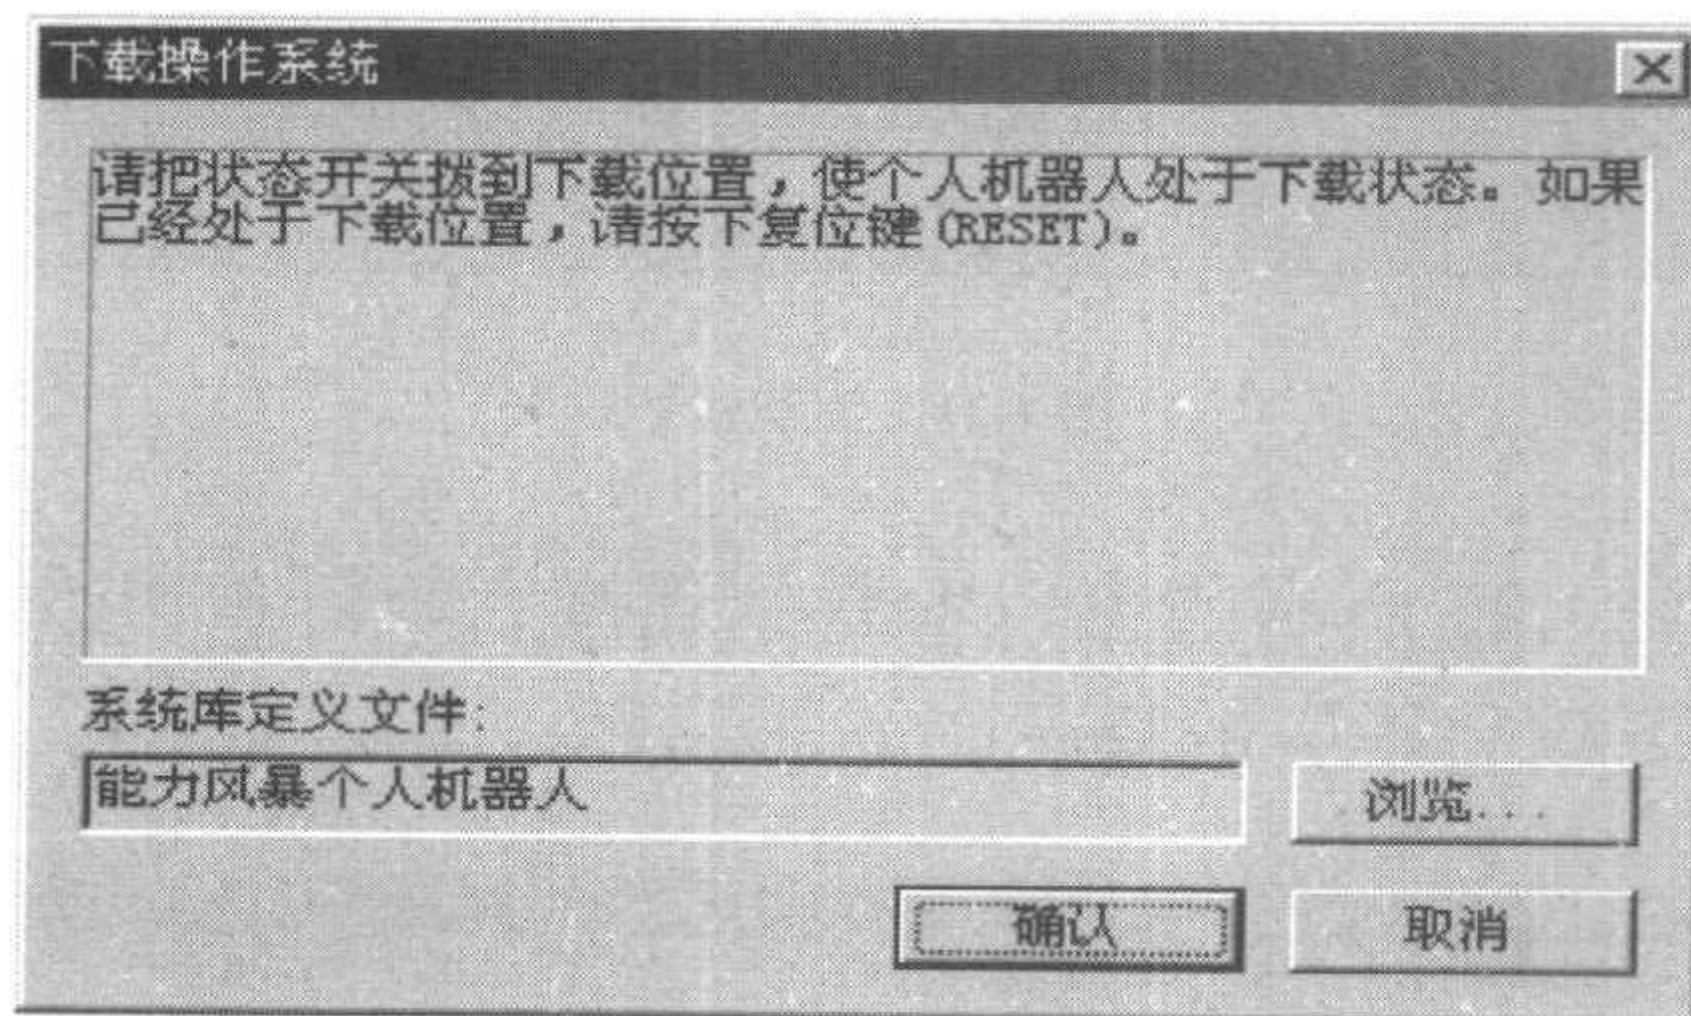

图 1.18 “下载操作系统”对话框
(7) 你在“打开”对话框中选择“Ability\_Storms.jcd”系统库文件，然后打开此文件，就会出现如图 1.18 所示的“下载操作系统”对话框。
(8) 现在请你按照如图 1.18 所示的“下载操作系统”对话框提示进行操作。